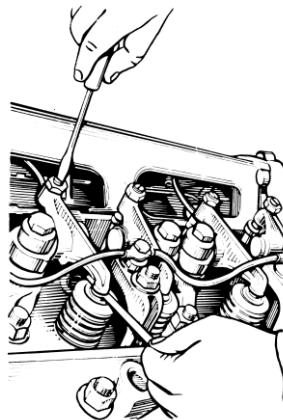

Рис. 49. Регулировка зазора
- 6 Для регулировки зазоров отвернуть гайку регулировочного винта, вставить в зазор щуп и, вращая винт отверткой (рис. 49), установить зазор 0,25...0,30 мм. Придерживая винт отверткой, затянуть гайку и проверить величину зазора. При правильно отрегулированном